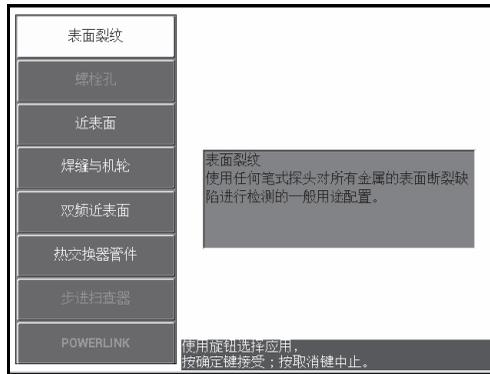

图 5-2 表面裂纹应用
2. 按一下高级设置菜单键（），然后按功能键 A（对应于**应用选择**），打开应用选择菜单。使用旋钮（SmartKnob）选择**表面裂纹**，然后按确定键（）接受（参见第 117 页的图 5-2）。